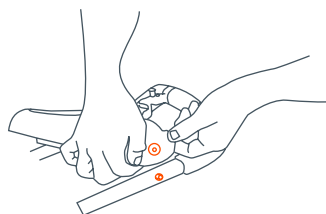

Fig. 7
- 7) • Alinee los accesorios de los extremos de la bandeja para padres con los accesorios de las partes externas del manubrio. Tire hacia fuera en el extremo opuesto mientras empuja hacia abajo la bandeja hasta que se trabe en el manubrio del carrito. Por favor, tenga la precaución de no pellizcarse los dedos al instalar la bandeja para padres (Fig. 7).